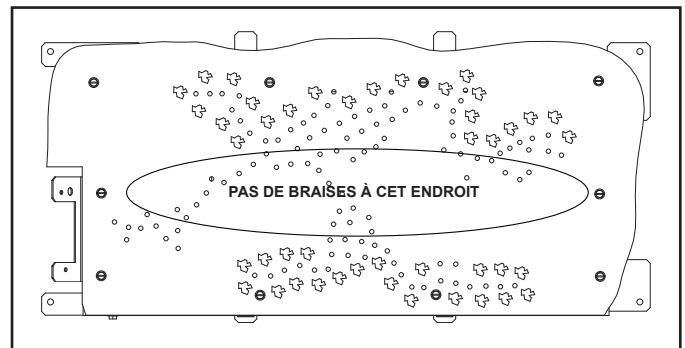

Figure 11.18 Disposition des braises
- Placez les morceaux de braise Glowing Embers® de la taille d'un dix sous immédiatement devant la tige des orifices mais pas sur ou entre les orifices (voir figure 11.18). Les braises doivent être placées à côté des orifices du brûleur. Faites attention de ne pas recouvrir les orifices. Le non-respect de ces instructions peut entraîner des problèmes d'allumage et de suie.